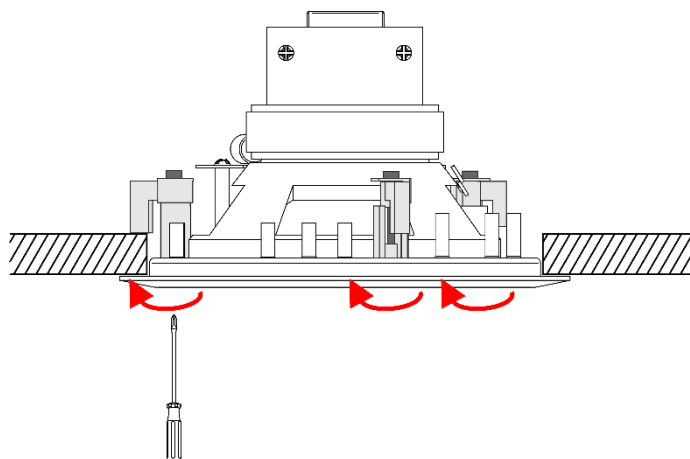

Fig. 07
- 10) Inserire l'altoparlante nel foro di montaggio. Verificare che la flangia del **telaio di montaggio (01)** sia a filo sul soffitto.
- 11) Servirsi di un cacciavite Phillips 2 per ruotare le **viti a rotazione rapida (03)** lentamente in senso orario, come indicato sulla Fig. 07. Le **viti a rotazione rapida (03)** rilasceranno i **ganci di montaggio (04)** e premeranno l'altoparlante a soffitto, fino a fissarlo in posizione.